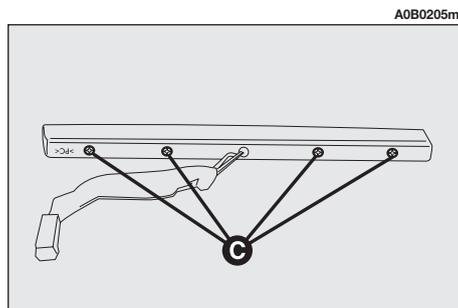

Abb. 50
- Die Schrauben (C, Abb. 50) lösen.